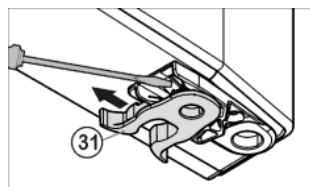

Fig. 6
- Pružinovou svorku *Fig. 6 (31)* přesadit: Stisknout zarážku pro uchycení, přesto stáhněte pružinovou svorku.